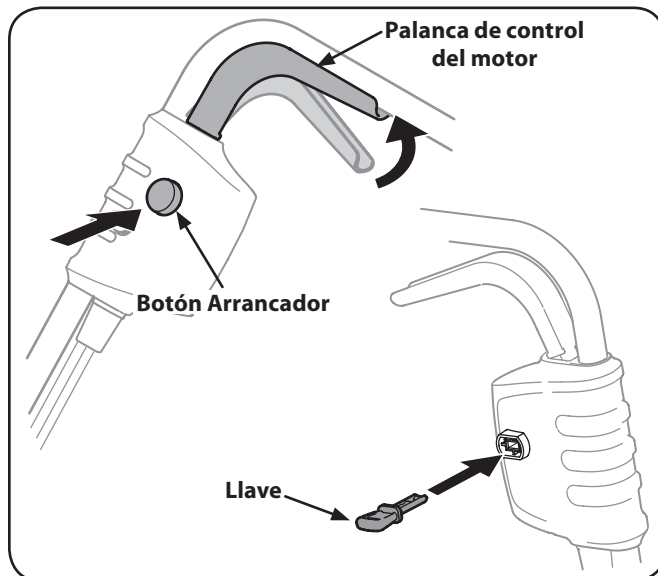

Figura 5-1
5. Mientras mantiene el botón de arranque en el, apretar la palanca de control del motor contra la barra superior para arrancar el motor y conectar la barrena. Véase la figura. 5-1.